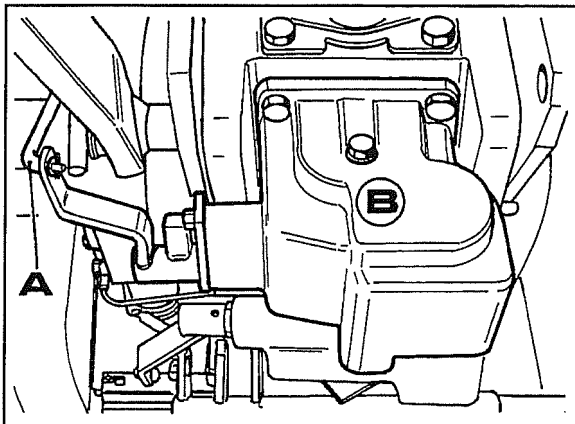

Fig. 1
3. Scollegare il leveraggio **A** fig. 1 comando presa di forza ventrale, quindi togliere il gruppo presa di forza ventrale **B** fig. 1.